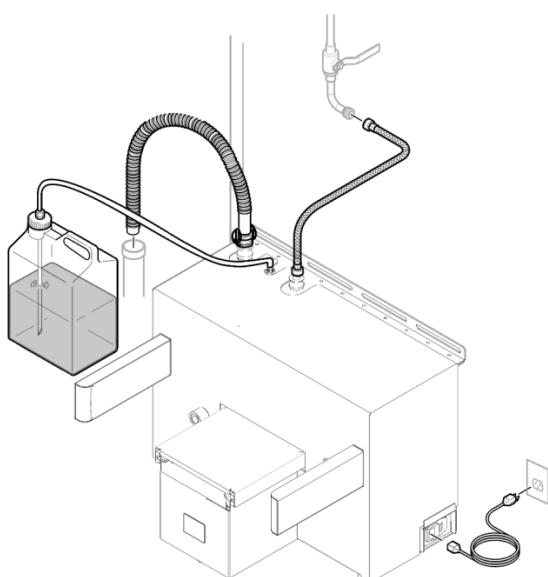

Figura 29 Para preparar la estación de acoplamiento
3. Toque el botón DETENER SUCCIÓN en la pantalla de control principal para detener la succión de fluido (Figura 29).